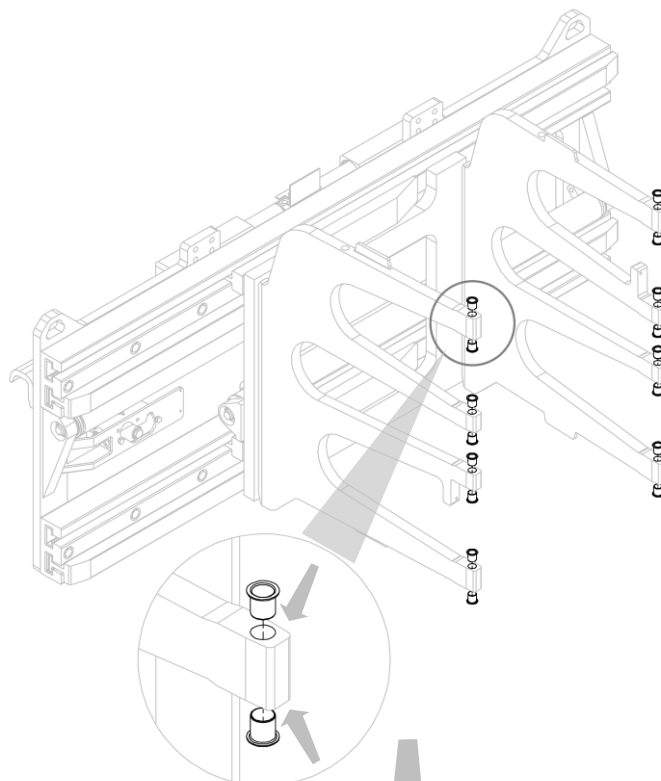
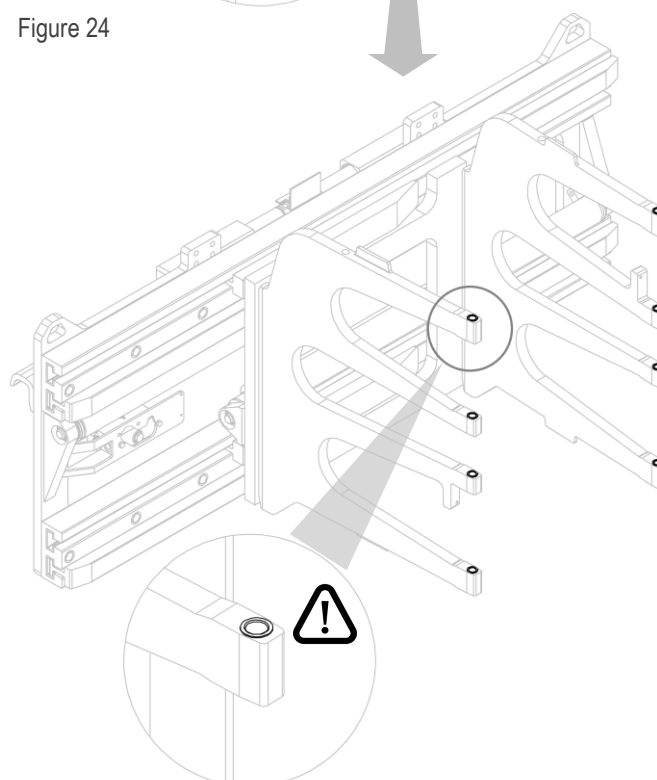

Figure 24
Figure 25
2. Placer les bagues d'oscillation dans les logements appropriés (voir *Figure 24* et *Figure 25*).